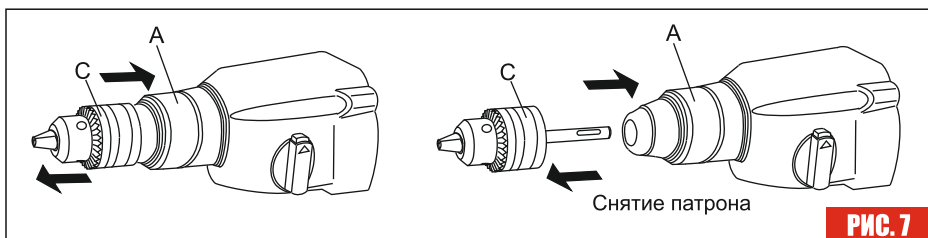

РИС. 7
9.9. Снятие насадки-адаптера ключевого патрона (рис. 7)